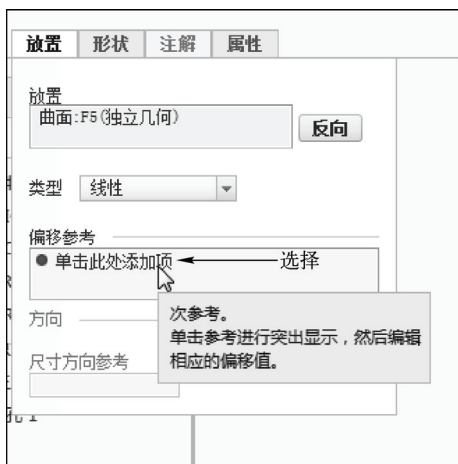

图 6-84 选择“单击此处添加项”选项
STEP 03 在模型表面上单击鼠标左键，选择面，单击“放置”按钮，弹出“放置”下滑面板，在“偏移参考”列表框中，选择“单击此处添加项”选项，如图 6-84 所示。